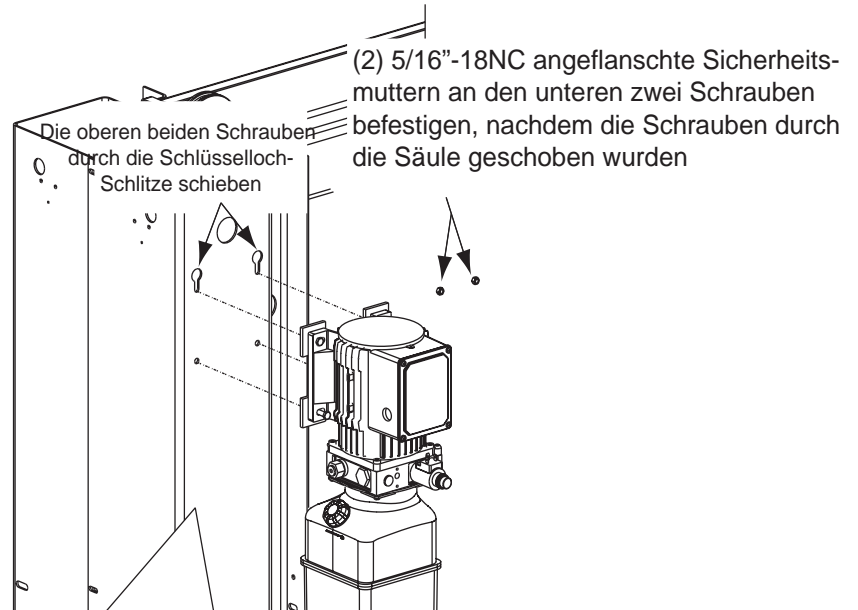

Abb. 8a
Zu festes Anziehen der Sicherheitsmutter kann zur Beschädigung des O-Rings oder zur Deformation der Gewinde im Pumpenverteilerausgang führen. Stromversorgungseinheit an die Säulenverlängerung auf der Fahrerseite hängen (Abb. 1). Die unteren zwei Schrauben durch die Säulenverlängerung in die Halterung der Stromversorgungseinheit schieben und (2) 5/16" -18NC angeflanschte Sicherheitsmutter an den Schrauben anbringen. Alle vier Schrauben an der Halterung der Stromversorgungseinheit anziehen, bis sie fest an der Säule sitzt (Abb. 8a).
(2) 5/16"-18NC angeflanschte Sicherheitsmutter an den oberen Schrauben anbringen, gerade weit genug, um die Stromversorgungseinheit sicher an die Säule hängen zu können.